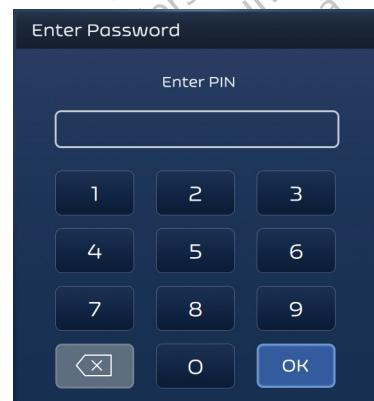

Figure 3. Écran de connexion par mot de passe initial
3. Une fois la séquence POST terminée, l'écran de connexion par mot de passe initial apparaît. Saisissez le mot de passe de connexion* à l'aide du clavier, puis appuyez sur le bouton OK (voir figure 3).